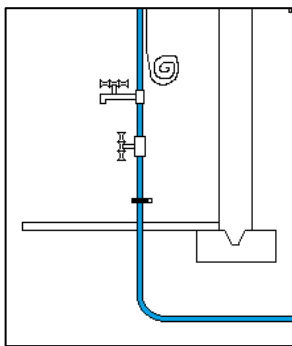

FIGURE 2
- 9.7 Un électricien déconnecte le conducteur de MALT de son raccord et s'assure de l'isoler (aucun contact électrique) de la partie inférieure de la conduite d'eau (FIG. 2).